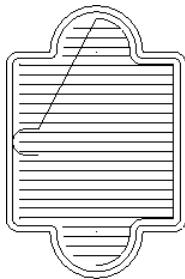

图 9-34 单向切削
- 单向：是指刀具只能沿一个方向进行切削和退刀，如图 9-34 所示。